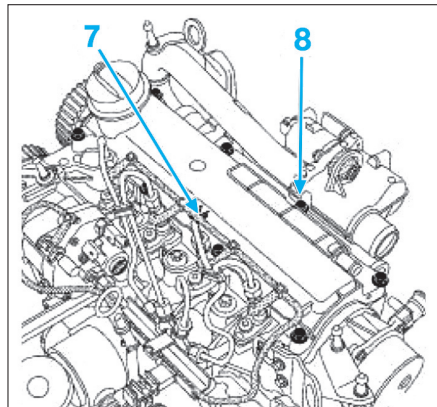

Fig. 73
- Déclipper le tuyau de retour de carburant du couvre-culasse (7) (Fig.73).